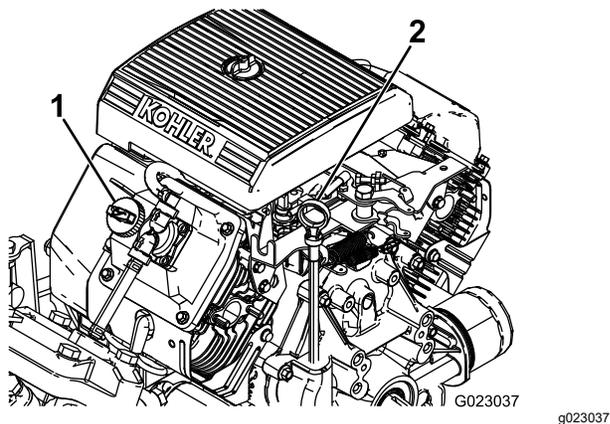

图 10
2. 取出量油尺、用干净的抹布擦拭图 10。
4. 如果机油油位较低请从气门室盖图 10 上拆下加油颈盖从开口处注入机油直至油位达到量油尺上的“已满”标记请参阅 了解适合的机油类型和粘度。 维护机油 \(页码 42\)